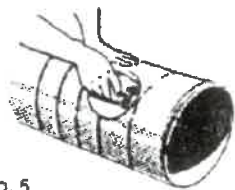

Fig. 5.
- 4 - het zadelstuk op de spiro koker aanbrengen - fig 5